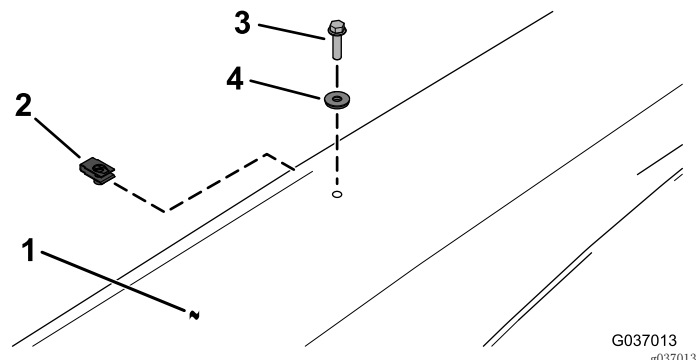

图14
16. 如图14所示，用 2 个夹子、2 个密封垫圈和 2 个六角凸缘螺栓 (1/4 x 1 英寸) 将遮阳篷安装到车顶支撑架上。